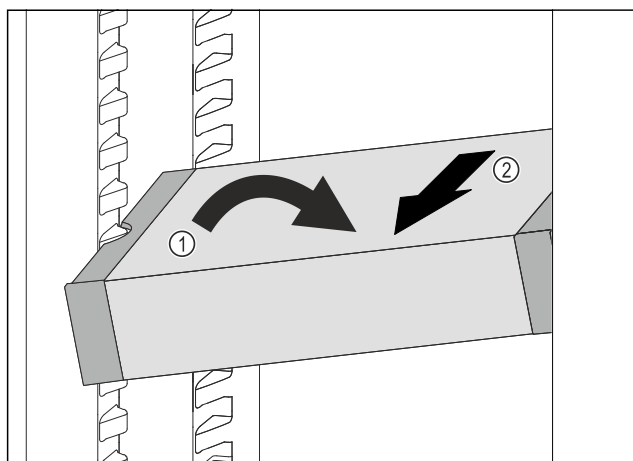

Fig. 132
- ▶ Ställ VarioSafe snett i kyldelen. Fig. 132 (1)
- ▶ Dra VarioSafe framåt för att ta ut den. Fig. 132 (2)